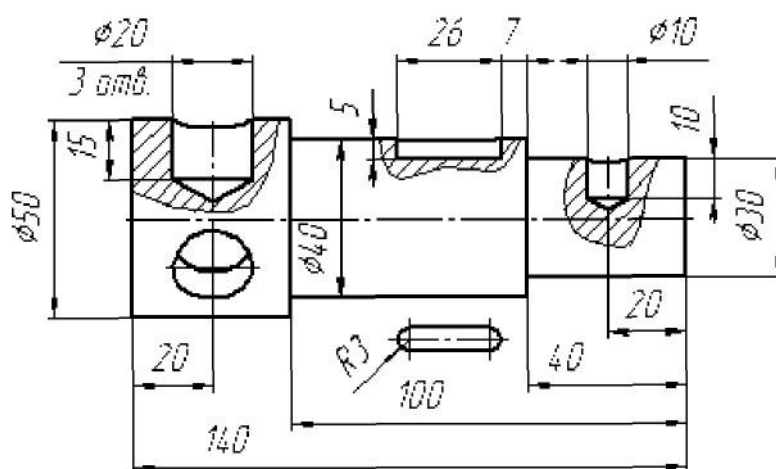
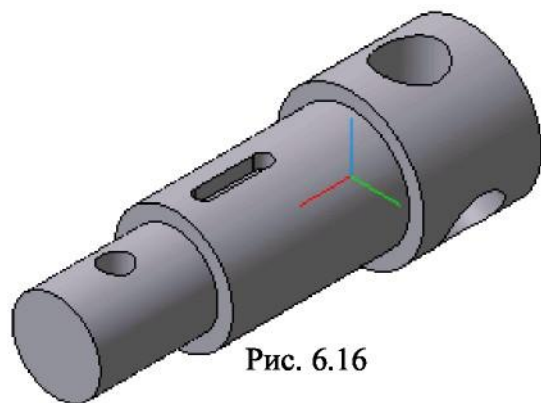
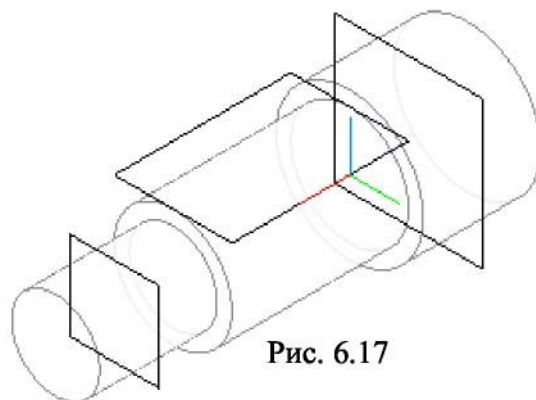

Рис. 6.15
Рис. 6.16
Рис. 6.17
На рис. 6.15 приведено изображение, на основе которого создана трехмерная модель детали (рис. 6.16).
1. Используя команды трехмерного моделирования в соответствии с исходными данными (рис. 6.15), создать модель ступенчатого вала (рис. 6.17).
2. Для формирования отверстий и углублений нужно создать эскизы в различных конструктивных плоскостях. Эти плоскости строим, используя команды **Касательная плоскость** и **Смещенная плоскость** (рис. 6.17). Смещенные плоскости должны быть параллельны координатной плоскости **XZ**.
5. Для отверстий выполняются эскизы с учетом последующей операции - операции вращения. Размеры и форму эскиза задать, используя чертеж детали (рис. 6.15).
8. Конечный вариант представлен на рис. 6.16, на котором модель затонирована.